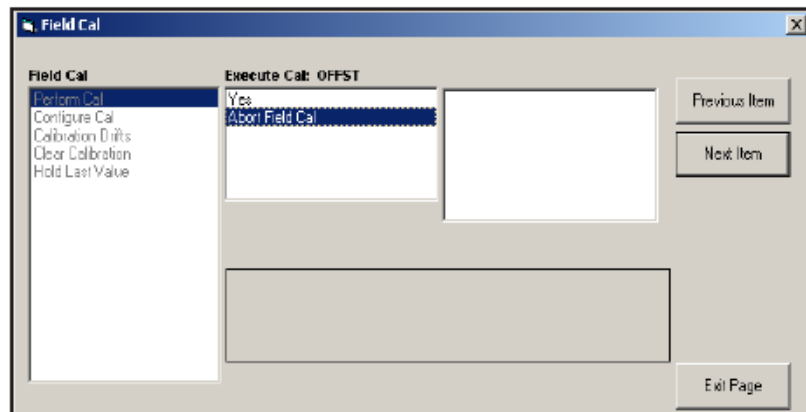

図 D-10 *Field Cal* メニューの Perform Cal オプション
- a. 左側の画面で希望のオプションをハイライトさせ、それをダブルクリックします。下記の図 D-10 は、*Field Cal* オプションの最初の入力項目 (Perform Cal) が表示されているのを示したものです。中央の画面の上にあるタイトルは現在の入力項目を示し、中央の画面にはその入力項目に対して使用可能な選択項目が表示されます。